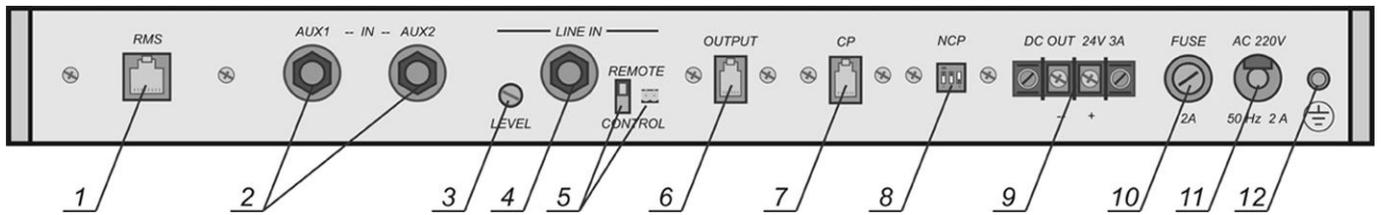

Рис. 92 Размещение клемм и разъемов на задней панели предварительного усилителя-коммутатора ППТ-01
- 1 - 8 Аналогично описанию рис. 92;